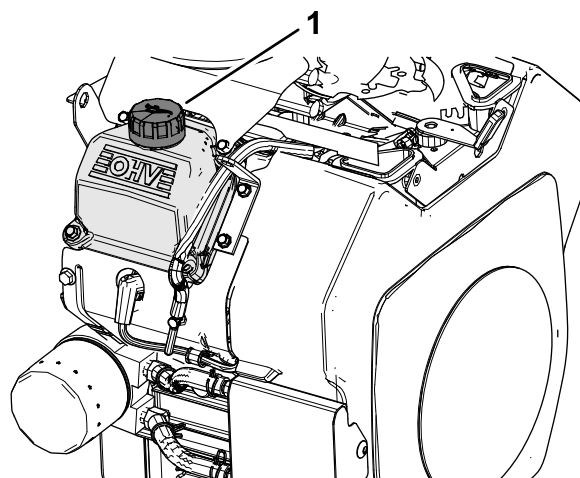

Figure 32
6. Versez lentement environ 80 % de l'huile spécifiée dans le goulot de remplissage (Figure 32) du couvre-culasse ; voir Spécifications de l'huile moteur \(page 30\).